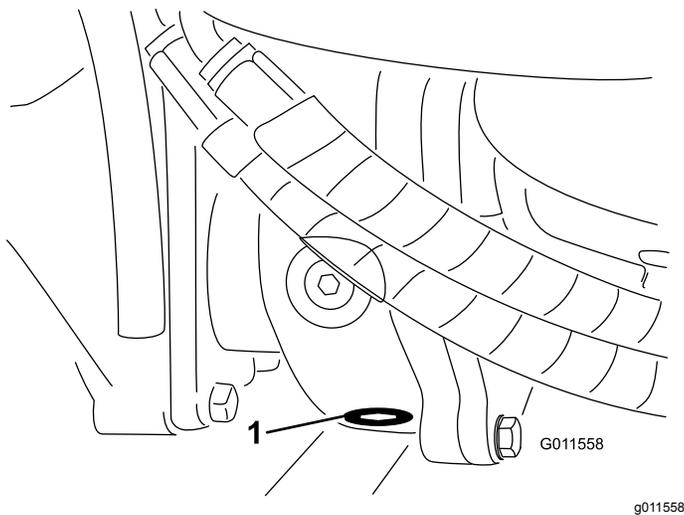

Figura 70
5. Pulite l'area circostante il tappo di spurgo sul fondo della scatola degli ingranaggi (Figura 70).